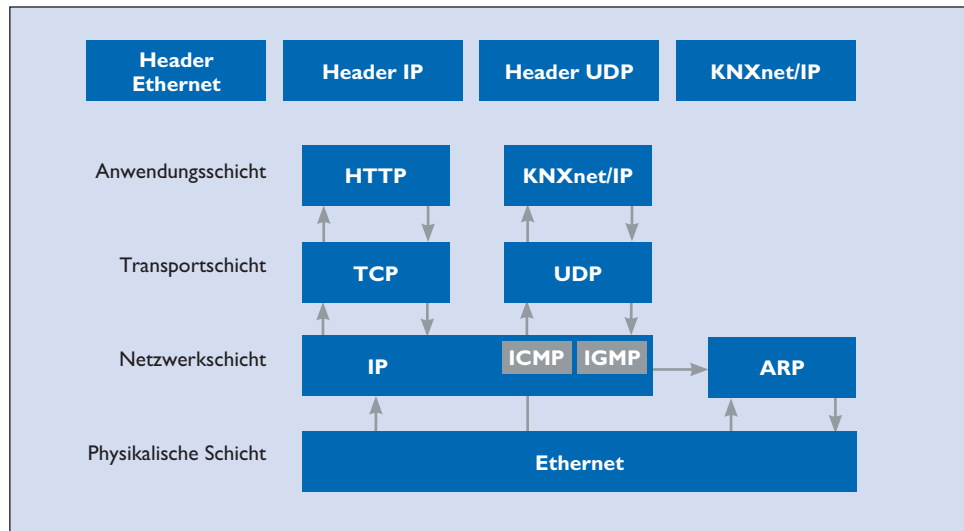

Bild 15. KNXnet/IP im OSI-Referenzmodell
munikationsarten verwenden das UDP-Protokoll. Tunneling dient für den Zugriff auf den Bus aus lokalen Netzwerken oder dem Internet für z. B. die Programmierung einer KNX Anlage. Routing wird für den Telegrammaustausch über Ethernet verwendet, z. B. für die Kopplung zweier KNX TP Anlagen über Ethernet. Die zugehörigen KNX Protokolle heißen „KNXnet/IP Routing“ und „KNXnet/IP Tunneling“ und beinhalten beide Kommunikationsarten. Die IP Kommunikation bei KNX kann anhand des OSI-Referenzmodells erklärt werden (Bild 15). Kommuniziert wird über die Anwendungsschicht, die das KNXnet/IP Telegramm erzeugt, die Transportschicht (UDP), die Netzwerkschicht (IP) und das Ethernet als physikalische Schicht. An die KNXnet/IP Information wird, ähnlich wie schon beim TP Protokoll, immer eine zusätzliche Information für die jeweilige Schicht (der Header) zugefügt.